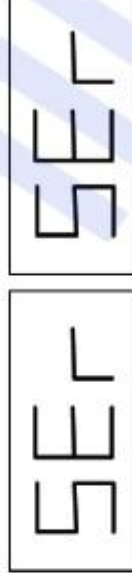

Рис. 9.1 - Режим СЕРВИС включен
2. Нажмите [F + P3] . Стенд переходит в сервисный режим и будет отображаться сообщение Ser Seg. См. рисунок 9.1.